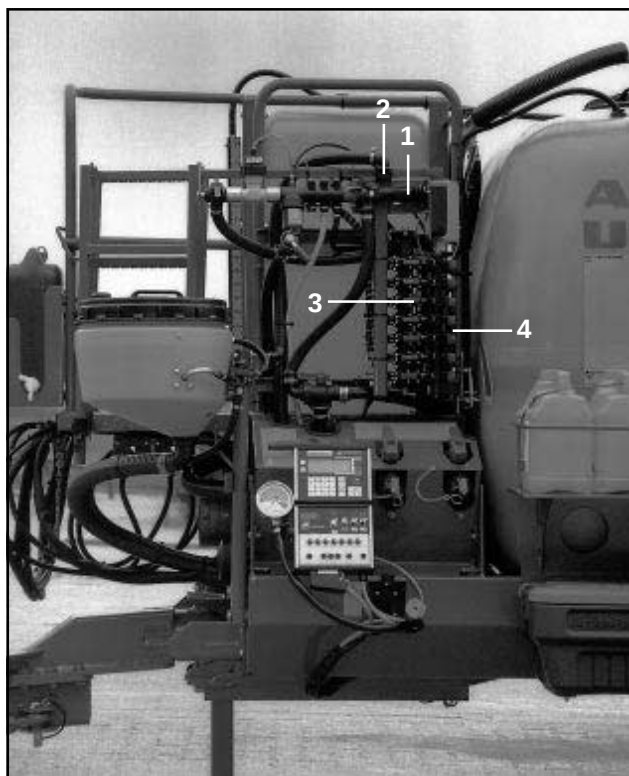

Fig. 6.7
- Overtryksventilen indstilles. Reguleringsmøtrikken (fig. 6.7/1 hhv. 6.9/1) til doseringsautomatikken drejes indtil afstanden imellem møtrikkens kant og studsene for returslangen (fig. 6.7/2 hhv. 6.9/2) er 10 mm. Herefter er overtryksventilen indstillet på ca. 7 bar.
- Fingerskruen (fig. 6.7/4) som tilhører denne delbreddeventil drejes, indtil trykmåleren igen nøjagtigt viser sprøjtetrykket på 4 bar. Derefter åbnes denne delbredde.